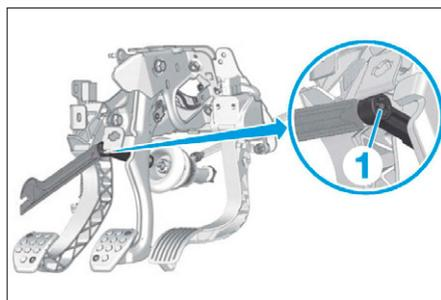

FIG. 16
- Appuyer sur le clip de verrouillage (1) (Fig.16).